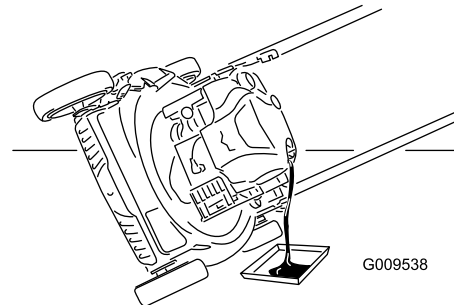

Bild 23
7. Kippen Sie die Maschine zur Seite, der Einfüllstutzen zeigt nach unten, um das Altöl über den Einfüllstutzen in eine Auffangwanne abzulassen (Bild 23).